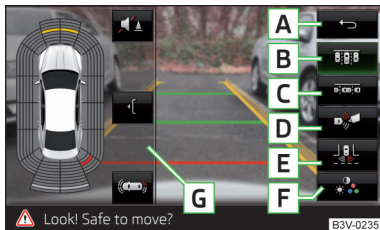

Abb. 167
**Funktionstasten** » Abb. 167
- Die Funktionstaste **C** » Abb. 167 auf Seite 150 betätigen.